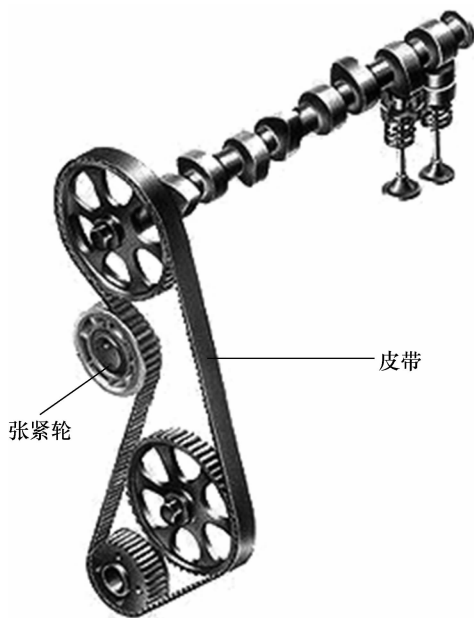

图 2-20 检查同步齿形带紧度
(2)检查同步齿形带紧度。如图 2-20 所示,同步齿形带用张紧轮张紧,如果同步齿形带张紧度适中,在规定皮带张紧度检查位置处用食指和拇指可将同步齿形带翻转大约 90° 。